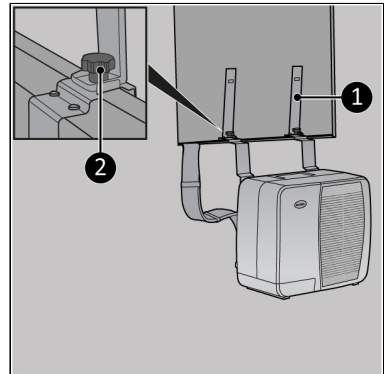

Abbildung 41.
1. Befestigen Sie die oberen Caravan-Halterungen (Abbildung 41, Pos. 1) an den unteren Caravan-Halterungen, indem Sie die Schraubkappe pro Halterung (Abbildung 41, Pos. 2) festziehen.